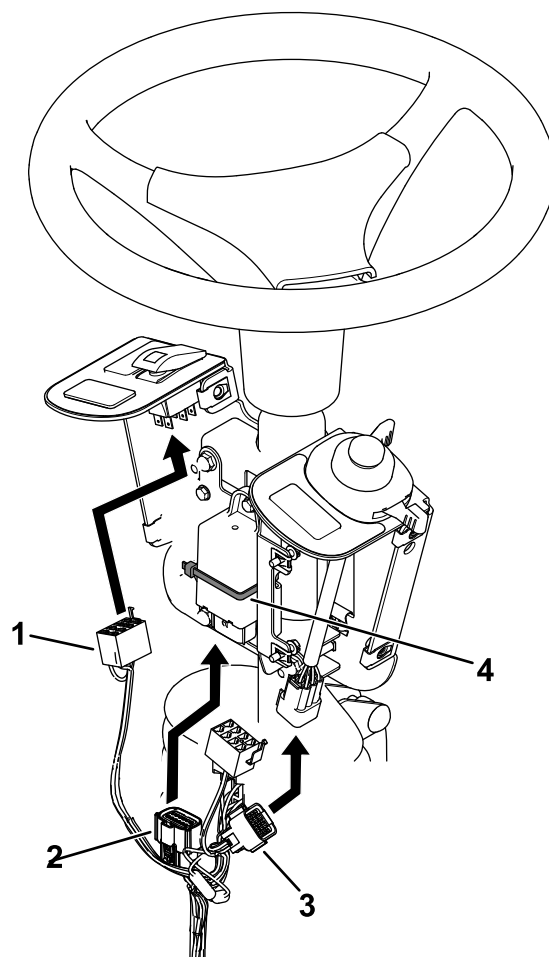

Figura 7
5. Prenda o pisca utilizando uma braçadeiras de cabos (Figura 7).
6. Ligue a cablagem no interruptor oscilador e interruptor multifunções (Figura 7).
7. Ligue a cablagem ao pisca (Figura 7).